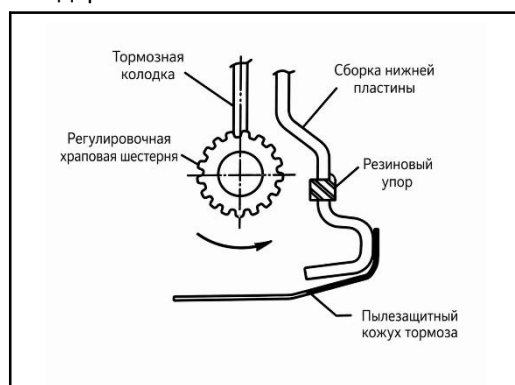

Рис. 5-5
- а) снимите резиновую заглушку регулировочного отверстия, вставьте отвёртку и ослабьте регулировку тормозных колодок примерно на 10 зубьев (см. рис. 5-5);